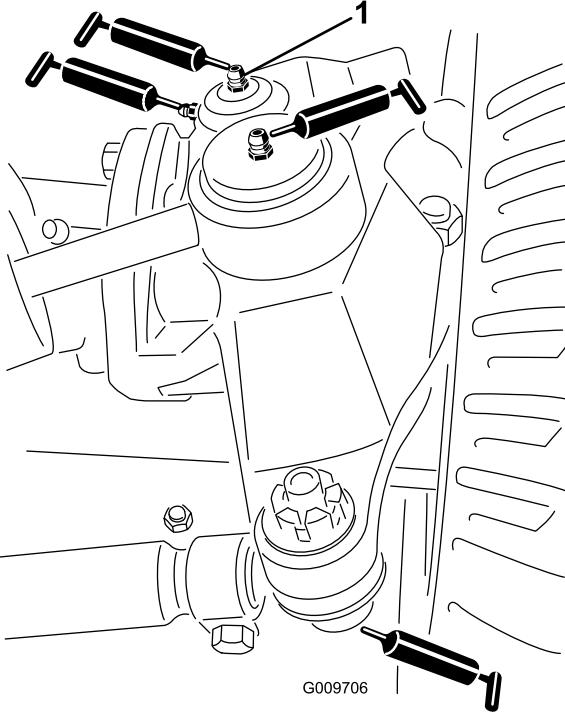

図 50
- ・ ステアリングシリンダのボールジョイント 2ヶ所 図50
- ・ タイロッドのボールジョイント 2ヶ所 図50
- ・ キングpinのブッシュ2ヶ所 図50。但しキングpin上部は1年に1回のみポンプ2回押しのみとする。